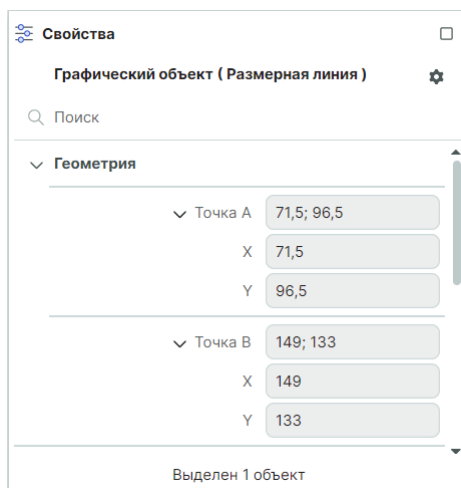

Рис. 401 Группа «Геометрия»
1. Группа «Геометрия» содержит координаты точек привязки выносных линий размерной линии, см. Рис. 401.